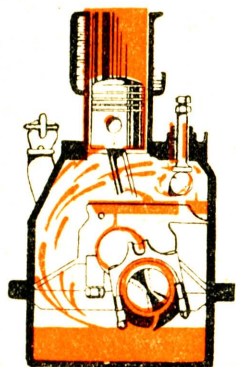

Рис. 13. Мащення розбризгове.
2. **Змащування через розбризг** (рис. 13). Стан олії в картер є такий, що підчас обороту валу колінчастого **хитуни** занурюються в неї і **розбризгують її** по всьому моторі.